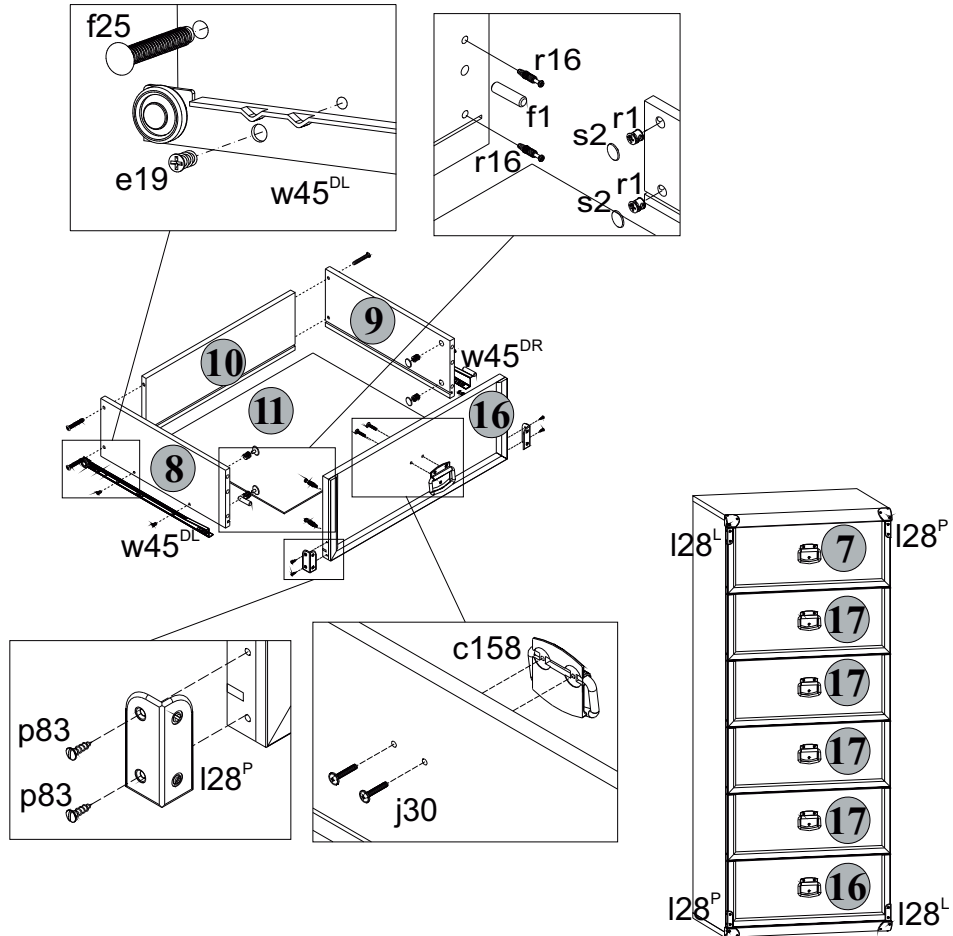

Рис. 3
5.12 В отверстия диаметром **8 мм** на передних кромках стенок боковых **8** и **9** корпусов выдвижных ящиков вбить деревянные шканты **f1** (см.рис.3).
5.13 В отверстия диаметром **15 мм** на внутренних поверхностях стенок боковых **8** и **9** корпусов выдвижных ящиков вставить стяжки эксцентриковые **r1** (см.рис.3).
5.14 В отверстия диаметром **5 мм** на внутренних поверхностях панелей передних **16, 17** и **7** ящиков выдвижных с помощью крестообразной отвертки вкрутить винты стяжки **r16** (см.рис.3).
5.16 Соединить панель переднюю **16** с корпусом ящика выдвижного и затянуть стяжки эксцентриковые **r1**, пользуясь специальным ключом **z1**. Закрыть стяжки эксцентриковые заглушками **s2** (см.рис.3).
5.18 Соединить панели передние **17** с корпусами ящиков выдвижных и затянуть стяжки эксцентриковые **r1**, пользуясь специальным ключом **z1**. Закрыть стяжки эксцентриковые заглушками **s2** (см.рис.3).
5.19 Соединить панель переднюю **7** с корпусом ящика выдвижного и затянуть стяжки эксцентриковые **r1**, пользуясь специальным ключом **z1**. Закрыть стяжки эксцентриковые заглушками **s2** (см.рис.3).